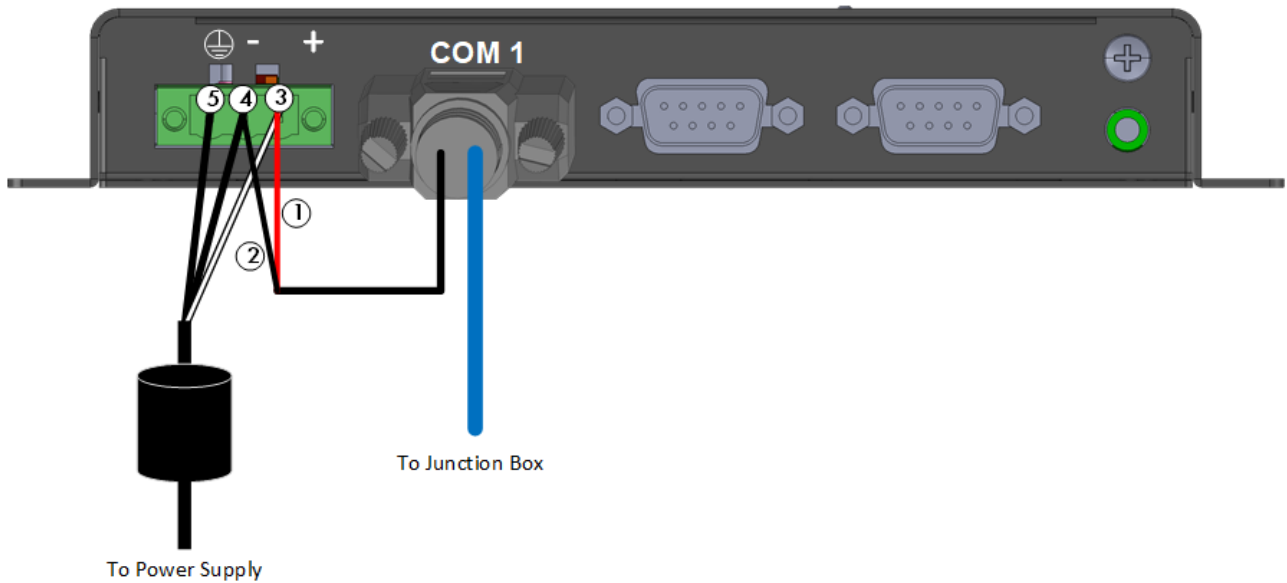

Figura 8: Cabeamento da caixa de passagem à CommBox
2. Insira os dois cabos provenientes da caixa de passagem nas entradas (Figura 8).
*Esses cabos são fornecidos pré-conectados à CommBox. Caso eles precisem ser reconectados, insira o cabo branco (Nº 3) na entrada conforme mostrado na Figura 8. Insira os dois cabos pretos nas entradas conforme mostrado na Figura 8; os dois cabos podem ser inseridos em qualquer uma das entradas.